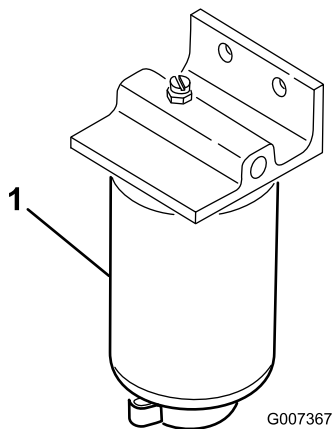

Bild 36
3. Öffnen Sie den Ablassschraube am Kraftstofffilter um ungefähr eine Umdrehung und lassen angesammeltes Wasser ablaufen (Bild 36).